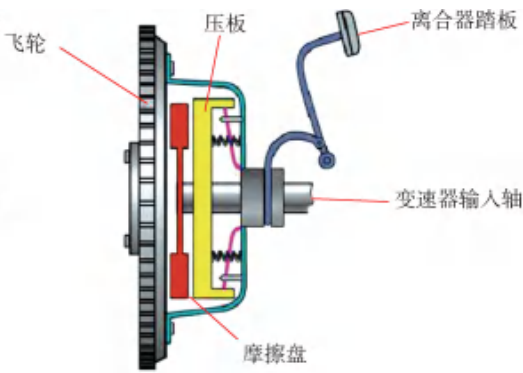

图 1-9 离合器的分离状态
(2) 分离过程。需要分离离合器时，驾驶员踩下离合器踏板。分离套筒和分离轴承在分离拨叉的作用下先消除离合器的自由间隙，然后推动分离杠杆内端前移，使分离杠杆外端带动压盘克服压紧弹簧作用力后移，摩擦作用消失，离合器的主、从动部分分离（见图 1-9），中断动力传递。